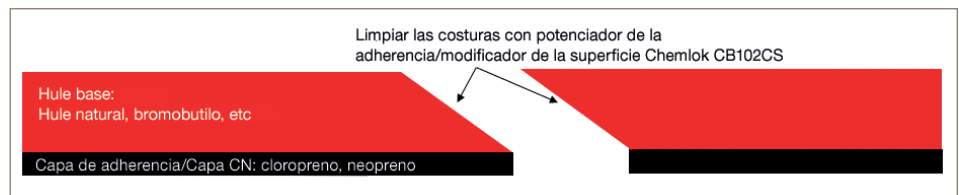

Figura 2. Preparación de la superficie del hule vulcanizado con una capa de adherencia
Muchas láminas de hule vulcanizado utilizan una capa de unión polar para mejorar la adhesión al sustrato (consulte la figura 2). Esto es común con los compuestos halogenados/ bromados que son difíciles de adherir.
- Las costuras, y las cavidades de unión, en las que la capa de adhesión no está presente, deben tratarse siempre con el potenciador de la adhesión/modificador de superficie Chemlok CB102CS utilizando un trapo (consulte la figura 2). NO ATOMIZAR.